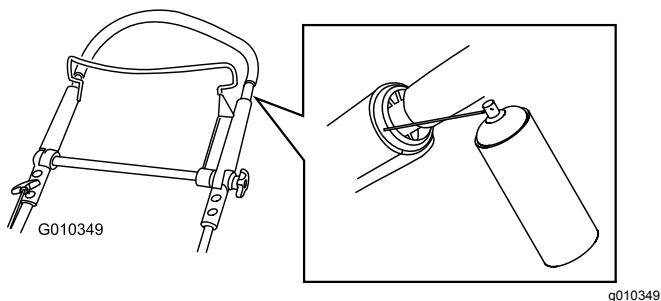

Bild 46
1. Sprühen Sie die äußeren Kunststoffenden des inneren Holms ein (Bild 46).